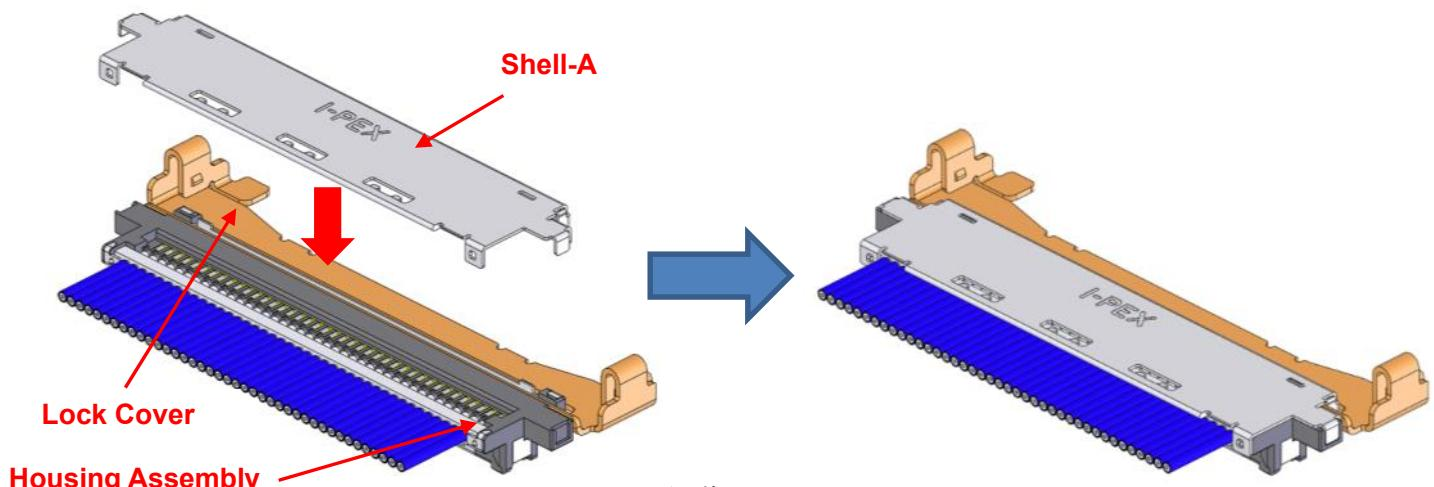

图. 5 组装 Shell-A
- ①如图. 5 所示，从 Housing Assembly 的上面组装 Shell-A。